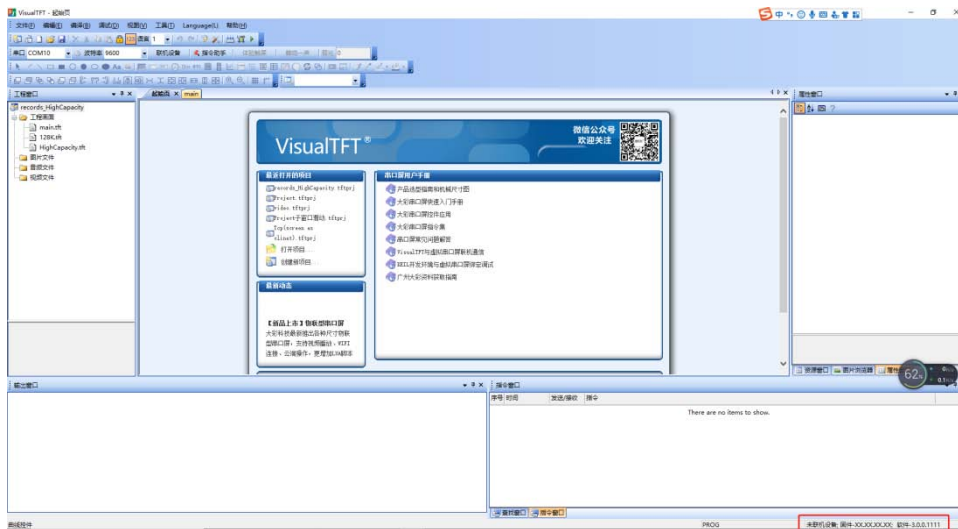

图 2-2 软件版本
(2) 打开VisualTFT，在软件右下角可以查看软件版本图 2-2 软件版本，最新版本可登录 <http://www.qz-dc.com/>进行下载。